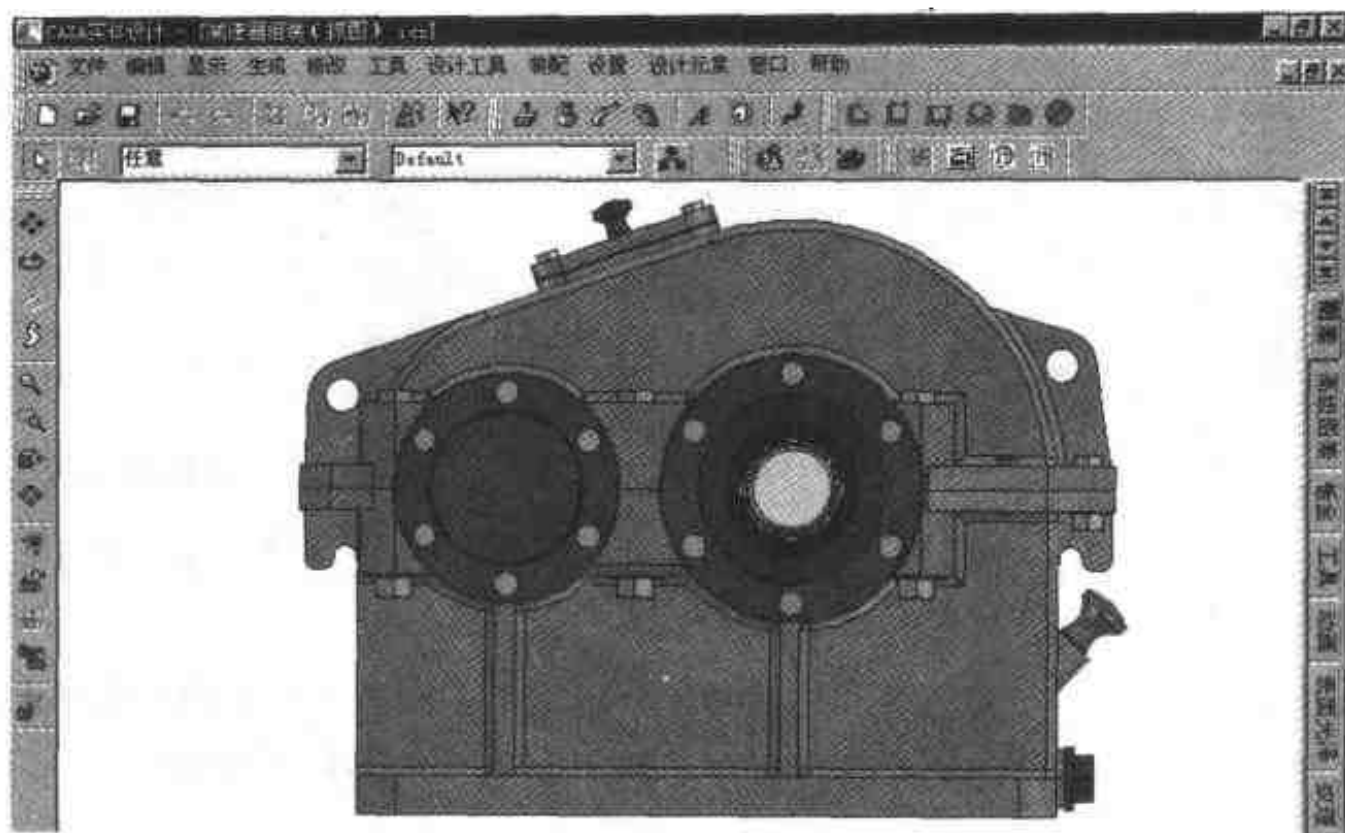

图 3.196 设定当前视向
- (1) 首先旋转减速器的视向位置，用显示工具将当前视向旋转 to 如图 3.196 所示的位置。